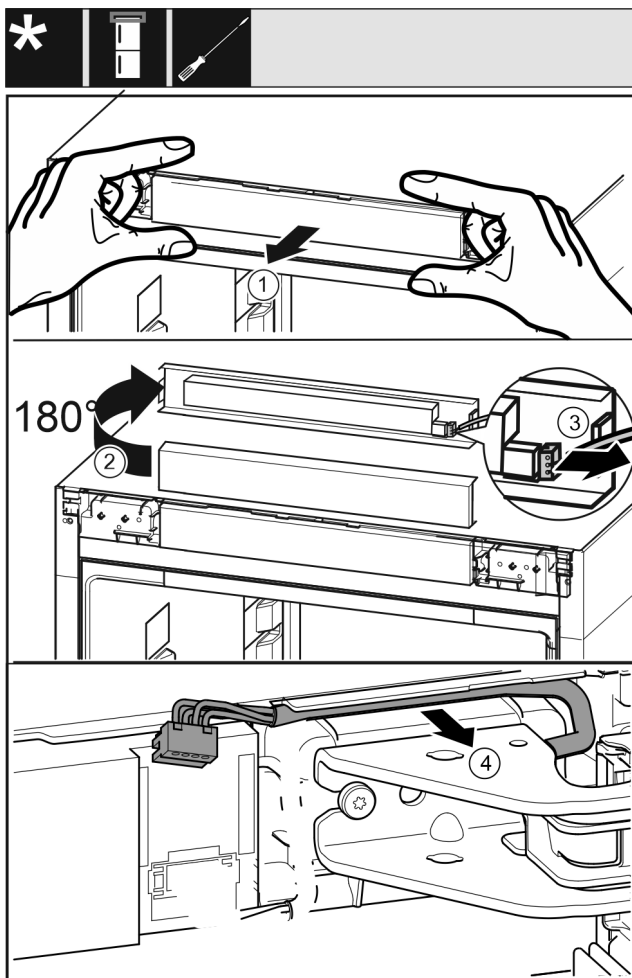

Fig. 18
- Lironi nga përpara me kujdes panelin mbulues të komandimit Fig. 18 (1).
- Rrotulloni për lart me 180° panelin mbulues të komandimit Fig. 18 (2).
- Shtypni nga prapa majën e kapjes Fig. 18 (3) dhe tërhiqni spinën jashtë me kujdes.
- Lironi me kujdes kabllon Fig. 18 (4) nga udhëzuesi mbi bazamentin mbështetës.